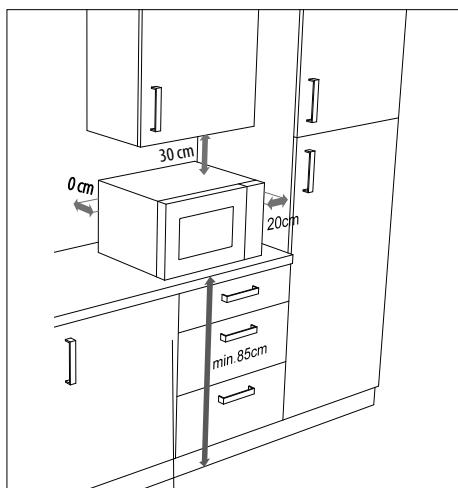

Abb. 4 – Gerätabstand
- ▶ Für eine ausreichende Belüftung müssen die dargestellten Abstände eingehalten werden (**siehe Abb. 4**). Der Abstandshalter an der Geräterückseite muss die Wand berühren. Er gewährleistet den korrekten Abstand beim Aufstellen der Mikrowelle.